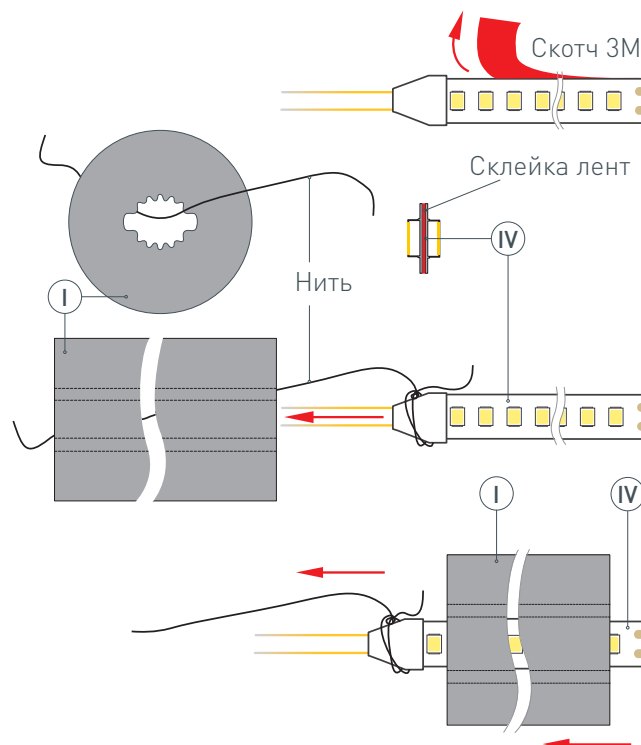

Рис. 1. Протяжка светодиодных лент ④ в профиль ①, вид сверху
Установите* светодиодные ленты ④ в профиль ①. Для этого необходимо снять защитный слой со скотчей на светодиодных лентах ④ и склеить ленты тыльными сторонами, чтобы можно было протянуть через профиль. Затем привязать нить (находится внутри профиля) с одной стороны профиля ① к склеенным светодиодным лентам ④, как показано на рис. 1. Чтобы втянуть ленты в профиль, сначала аккуратно поместите кабели питания светодиодных лент ④ внутрь профиля ①, а затем, насколько это возможно, вставьте край светодиодных лент. Аккуратно потяните за нить с другой стороны профиля ① и тем самым протяните** светодиодную ленту ④ в профиль ①. Отвяжите нить от светодиодной ленты. **! ЗАМЕНА ЛЕНТЫ.** Если понадобится заменить уже установленные в профиле светодиодные ленты, то необходимо проделать те же действия: привяжите нить к светодиодным лентам с одной стороны профиля, аккуратно потяните ленту с другой стороны профиля. Таким образом, нить снова окажется внутри профиля, готовая для повторного использования.